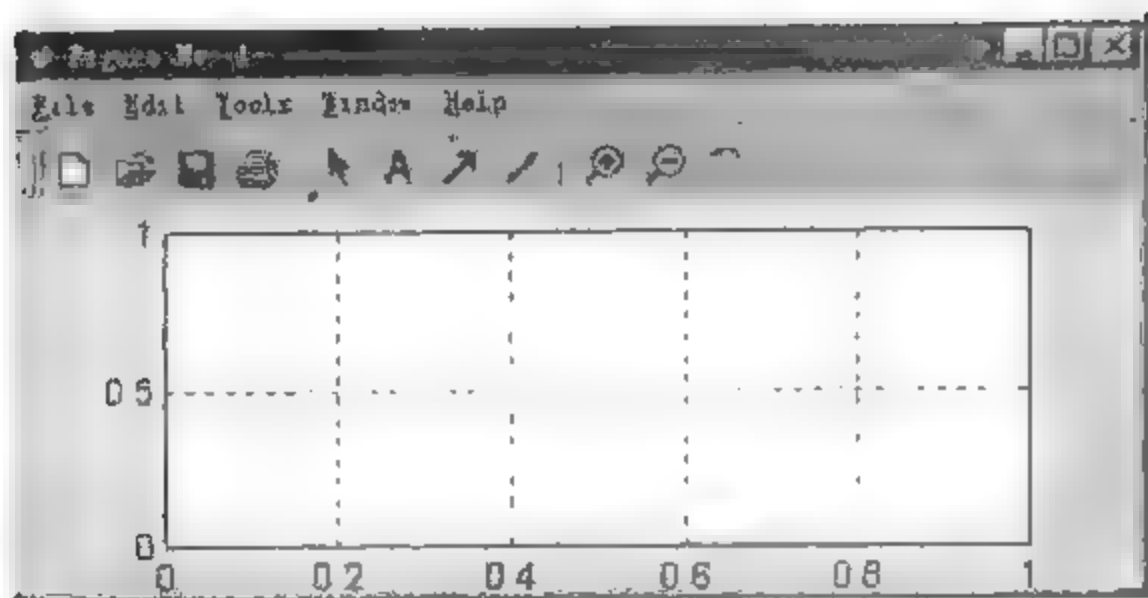

图 3-9 带分格的封闭坐标轴
(1)在 MATLAB 指令窗中运行以下程序可产生带分格的封闭坐标轴(如图 3-9 所示)
(2)在 MATLAB 指令窗中用以下 eval 指令可产生与图 3-9 相同的界面